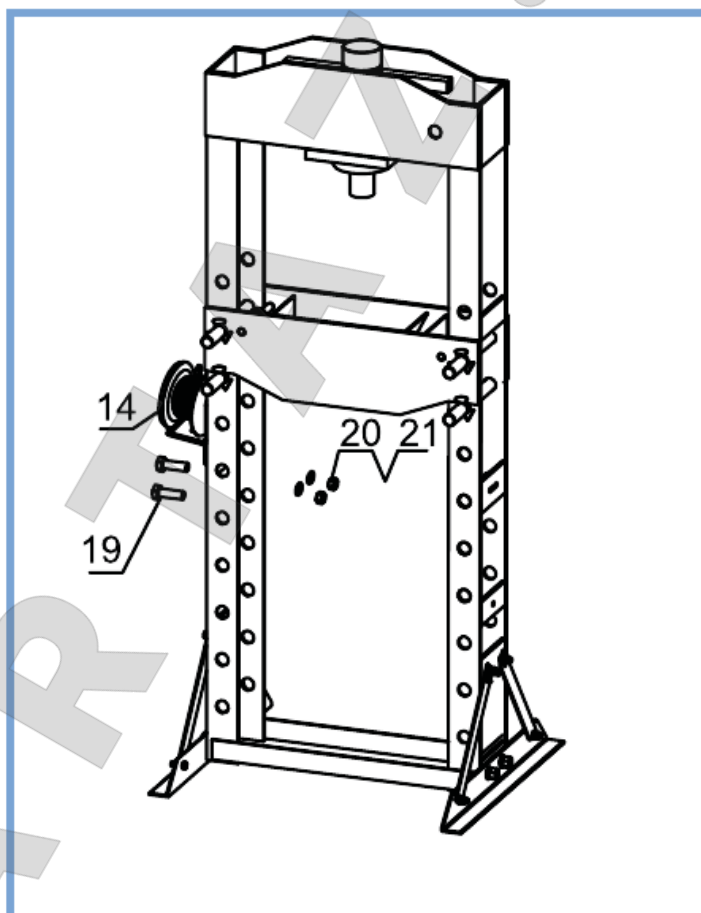

Рис. 3
4. Закрепите лебедку (14) на раме при помощи болтов (19), шайб (20) и гаек (21). Руководствуйтесь рис. 3: